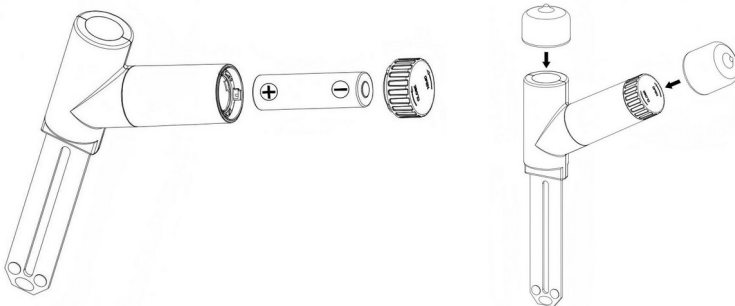

Рис. 4, 5. Батарейка; силіконові ковпачки
1. Відкрийте батарейний відсік і вставте одну батарейку AA 1,5 В, дотримуючись полярності (рис. 4).